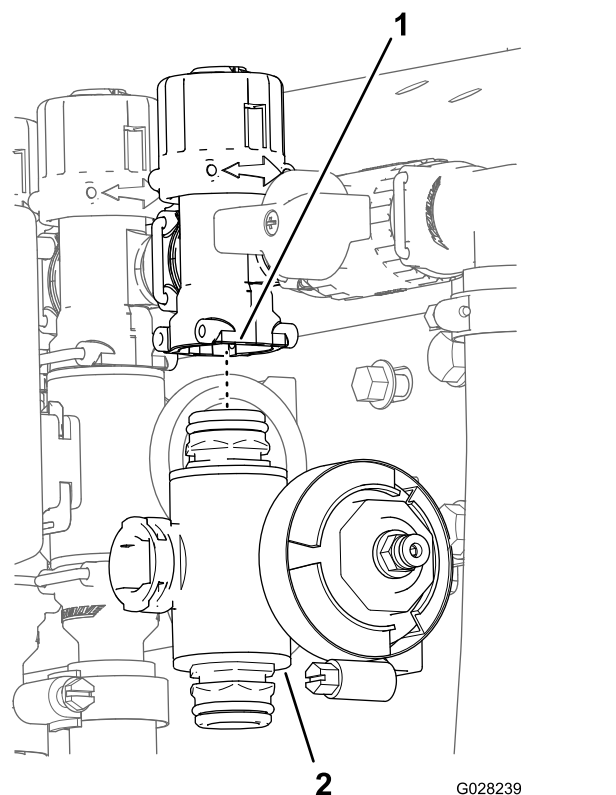

Figura 121
3. Válvulas de sección de los brazos izquierdo y derecho: retire los pernos con arandela prensada y las contratuercas con arandela prensada que sujetan la(s) válvula(s) de sección al soporte de las válvulas, y retire el/los distribuidor(es) de la máquina; válvula de la sección central: retire el distribuidor de la válvula de sección de la máquina (Figura 121).